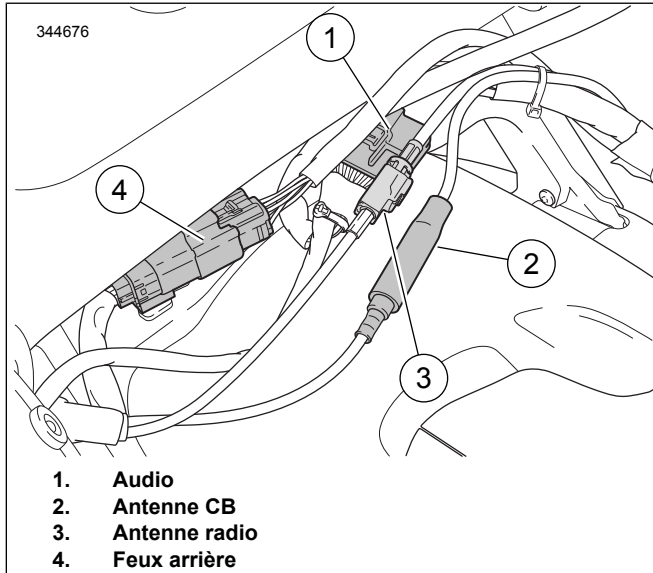

Figure 2. Connecteurs du coffre Tour-Pak
- a. Voir Figure 2 . Séparer les connecteurs électriques.